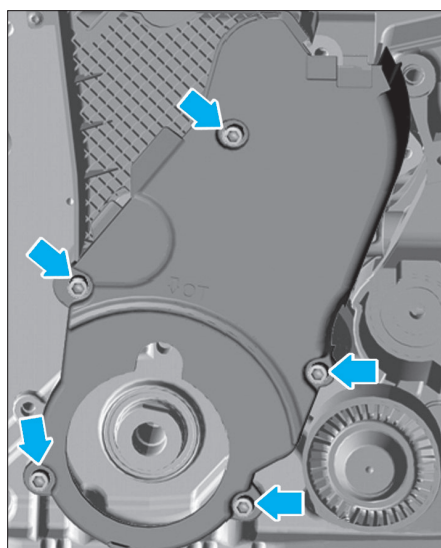

FIG. 10
- le carter de distribution (Fig.10).